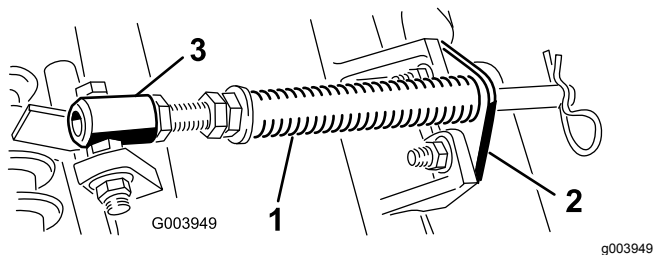

Figura 5
- A. Retire os dois parafusos de carroçaria e porcas que prendem o suporte da barra aos separadores da unidade de corte (**Figura 5**).
- B. Retire a porca flangeada que prende o parafuso com cabeça do tubo de mola ao separador da estrutura de suporte (**Figura 5**). Retire o conjunto.